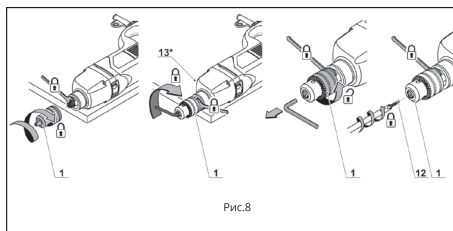

Рис.8
1. Для монтажа зубчаточенцового сверлильного патрона (1) последовательно произведите операции, показанные на Рис.8.